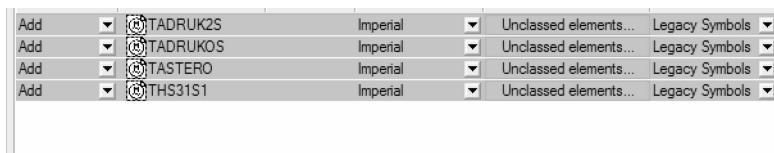
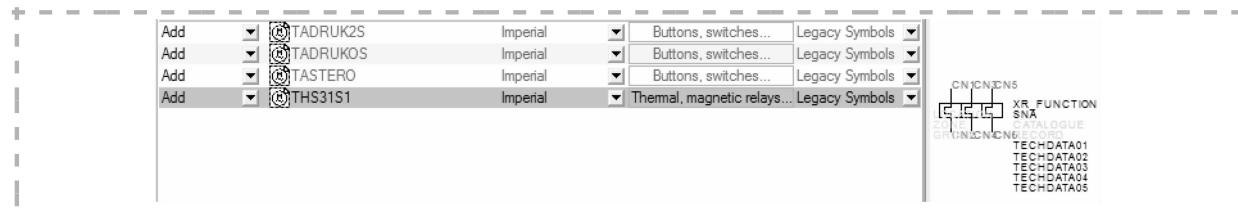

图 4-8 导入新符号
图 4-9 更改热继电器
**步骤 16 导入新符号** 单击【全选】，设置数据库为【Legacy Symbols】，如图 4-8 所示。右击 TADRUOK2S，单击【属性】, 在分类栏单击【...】，选择【按钮, 开关】，单击【选择】。在说明中添加【NO PB】，单击【确定】。多选 TADRUOKOS 和 TASTERO，在分类栏单击【...】，选择【按钮, 开关】分类，单击【选择】，然后【确定】。使用相同的操作，将 THS31S1 选定为【热, 磁继电器】，确定更改，如图 4-9 所示。单击【向后】，继续执行。